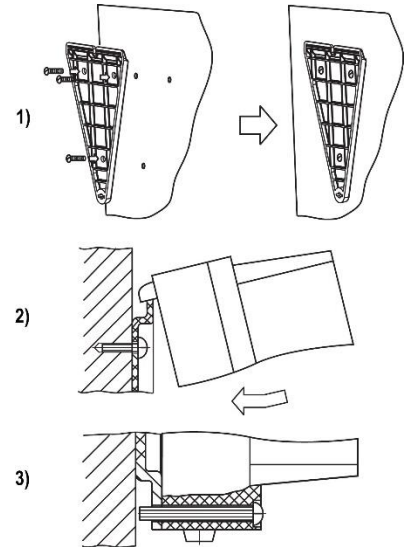

Рисунок 4.1 – Монтаж пристрою
1. Закріпити кронштейн трьома гвинтами М4 × 20 на поверхні, що призначена для встановлення пристрою (див. рисунок 4.1).